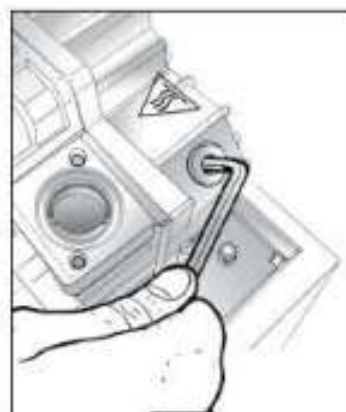

Fig. 1
- Извлеките герметизирующую рейку из камеры вакууммирования, аккуратно и ровно подняв ее (см. Рис. 1).
- 1) Извлеките герметизирующую рейку из камеры вакууммирования, аккуратно и ровно подняв ее (см. Рис. 1).
- 3) Снимите заднюю панель аппарата. Для этого отвинтите соответствующие винты, используя специальную отвертку Phillips (**Рис. 1**).
- 6) Используйте торцовый ключ для открытия заглушки отверстия заполнения насоса маслом – она расположена сверху насоса (**Рис. 1**).
- 3) Используя торцовый ключ, отвинтите два монтажных винта устройства забора воздуха. Снимите устройство забора воздуха (**Рис. 1**).
- 6) Установите устройство забора воздуха на место и затяните два монтажных винта (**Рис. 1**).
- 3) Используйте торцовый ключ для отвинчивания соответствующих винтов крышки корпуса насоса. Снимите крышку корпуса насоса (**Рис. 1**).
- 2) Удалите силиконовую прокладку на ответной герметизирующей рейке (**Рис. 1**)
- 4) Отвинтите винты защитного кожуха платы питания, снимите кожух (**Рис. 1**).